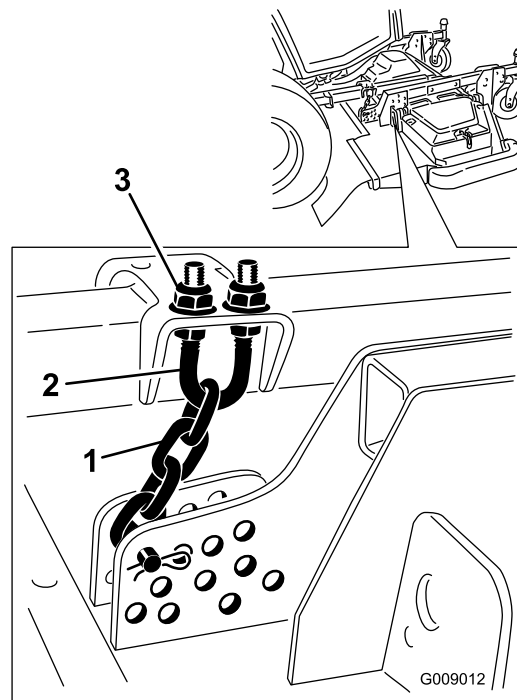

Figura 139
5. Afloje las contratuercas de la parte superior o inferior del perno en U de la cadena de altura de corte (**Figura 139**).